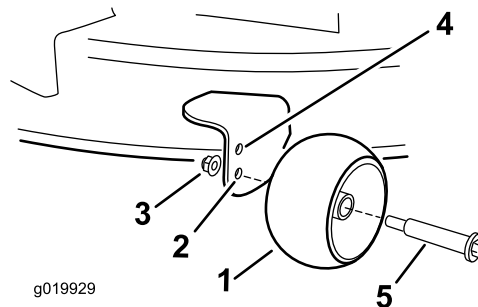

Figura 22
posición de altura de corte de 63 mm (2½") o menos (Figura 22).
- Taladro inferior – utilice esta posición cuando la carcasa de corte está en la posición de altura de corte de 76 mm (3") o más (Figura 22).